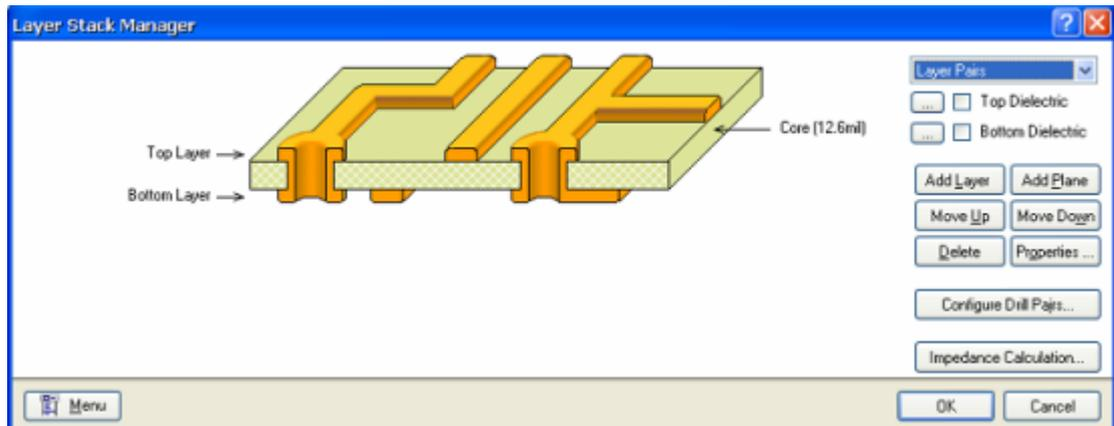

图 6-18 层堆栈管理
1、选择 Design>>Layer Stack Manager [快捷键： D, K]，显示层堆栈管理对话框，如图 6-18 所示。